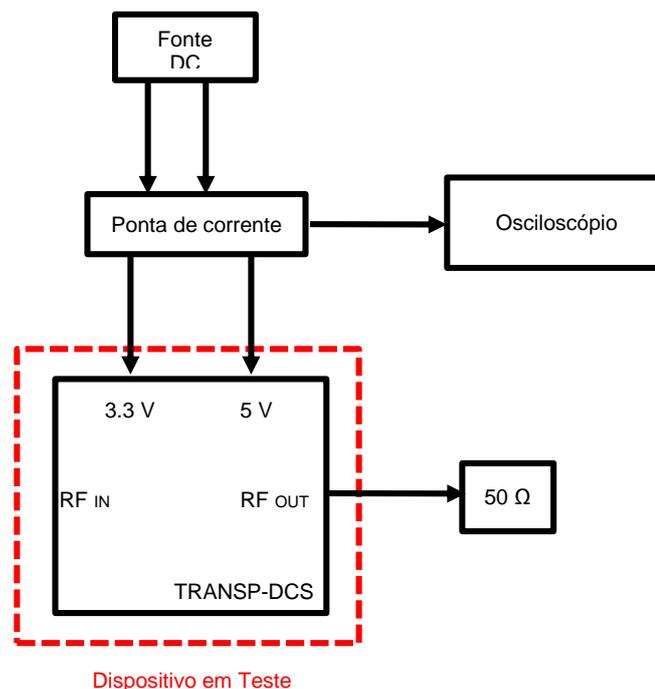

Figura 3.2.1 – diagrama de execução do teste de corrente de surto.
- 1) Realizar as conexões descritas na Figura 3.2.1;